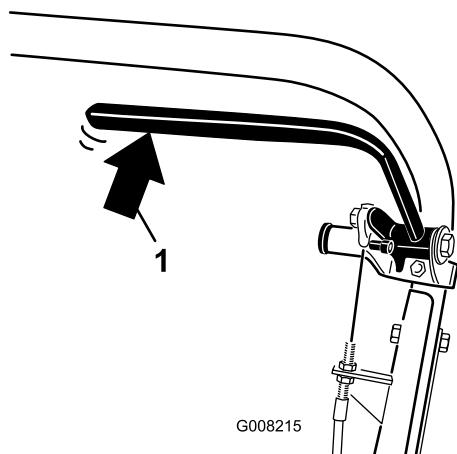

図 31
2. バネばかりで、常用ブレーキレバーを後ろから押す（図 31）。約13.5-18 kg の力でブレーキが解除されれば適正である。約13.5-18 kg の力よりも小さい力でブレーキが解除される場合にはブレーキケーブルの調整が必要である。ステップ 3 に進む。